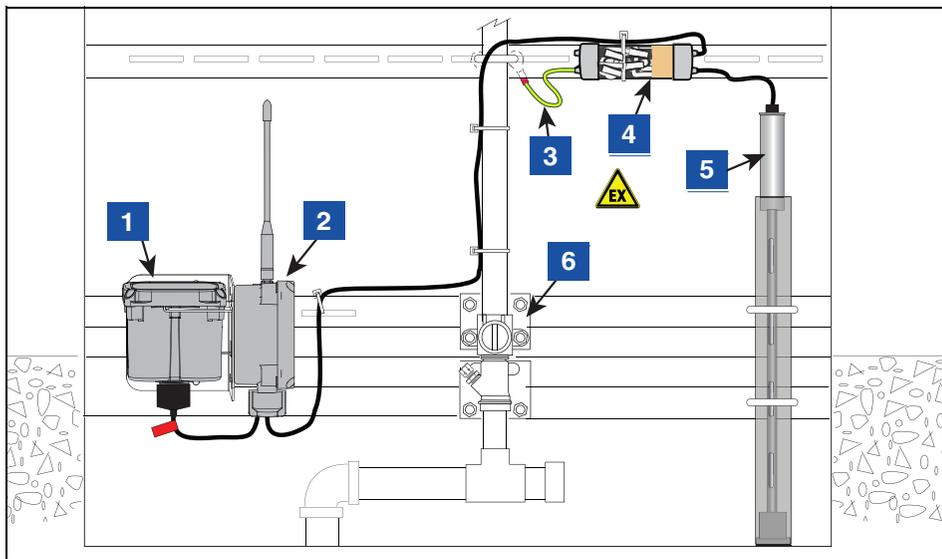

Figura 35. Ejemplo de conexiones del cable del transmisor del sensor Mag
4. Con la ayuda de una barra plana ranurada de 25,4 mm x 152,4 mm (1" x 6"), dos pernos de 6,35 mm-20 x 76,2 mm (1/4" 20 x 3") y dos tuercas hexagonales de 6,35 mm-20 (1/4"-20) del juego del hardware de instalación, sujete el soporte de apoyo al raíl DIN/soporte tubular en la válvula de impacto o debajo de ella (véase la Figura 35).
LEYENDA PARA LOS CUADROS NUMERADOS DE LA FIGURA 35